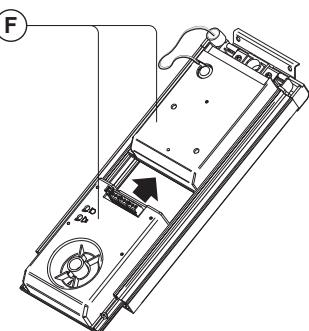

Fig. 6
6. Coloque os módulos **F** (**Fig. 6**) de acordo com a configuração indicada;